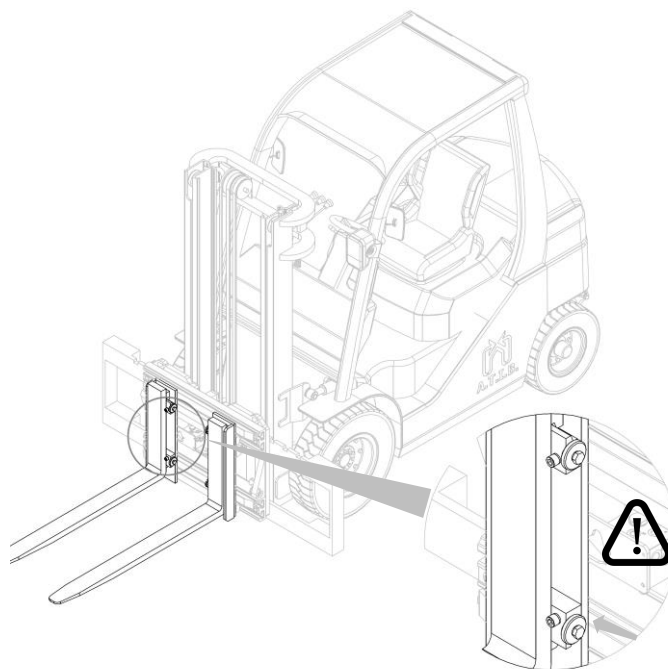

Figura 10
2. Inserire le forche e riavvitare i fermi forca (vedi *Figura 10*).